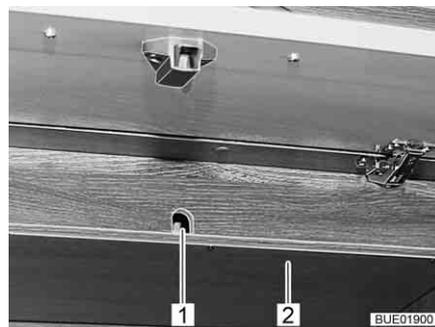

Fig. 177 Trampilla en el armario de pared
- Quitar la cubierta (Fig. 177,2) debajo del orificio de acceso (Fig. 177,1) a la manivela.